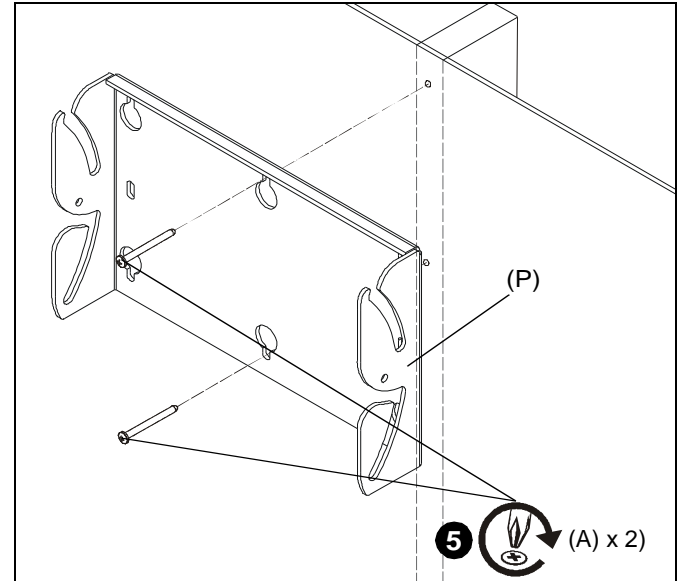

Figura 2
5. Use dos tornillos Phillips autoperforantes #10 x 64 mm (2 1/2") (A) para fijar el soporte de pared (P) a la pared. (Consulte la Figura 2)